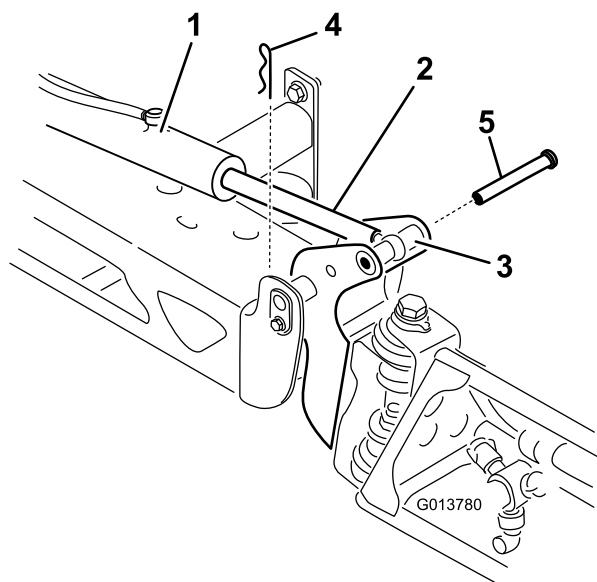

Figura 113
2. Togliete la coppia dal perno di articolazione (Figura 113).
3. Sollevate la barra, togliete il perno (Figura 113) e fate scendere lentamente la barra a terra.
9. Tenete ferma la barra e inserite il perno attraverso il perno della barra e l'asta dell'attuatore (Figura 113).